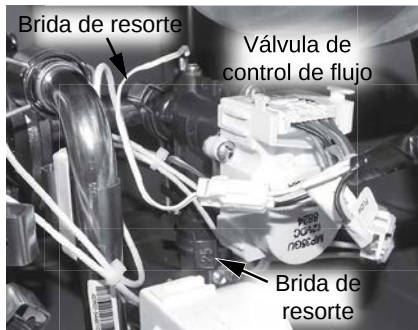

Figura 181 - Ubicación de la válvula de control de flujo.
- 19** Ubique la válvula de control de flujo en el lado inferior derecho del calentador de agua. Consulte la Figura 181.
- 20** Retire las dos (2) bridas de resorte (tamaño 25) que fijan la válvula de control de flujo al sistema de tuberías. Deje las bridas de resorte un lado en un lugar seguro para volver a instalarlas. Retire la válvula de control de flujo de las conexiones de la tubería y déjela a un lado en el gabinete del calentador de agua. Consulte la Figura 181.